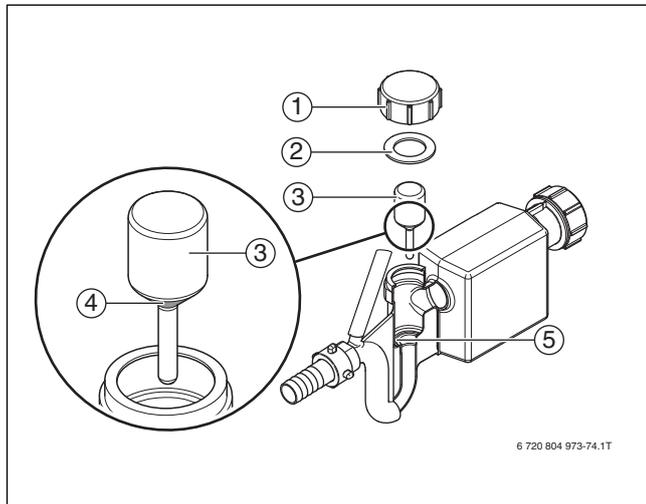
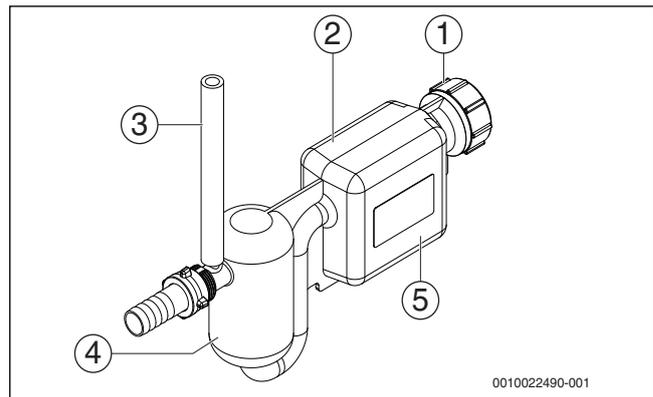
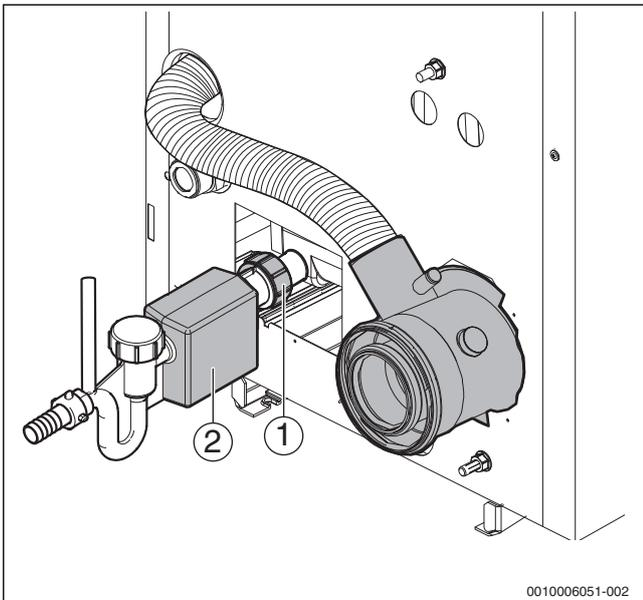

Bild 85 Siphon reinigen, Version 1
Bild 86 Siphon, Version 2
Bild 87 Kondensatwanne reinigen; dargestellt mit Siphon Version 1
Je nach Fertigungsstand können unterschiedliche Versionen des Siphons ausgeliefert oder montiert sein (→Bild 85 und 86). Die Verwendung eines Siphons ohne Schwimmer (Version 2) ist nur in Verbindung mit einem am Kessel installierten Druckwächter zur Abgasüberwachung zulässig. Dieser Siphon darf auch im Ersatzteillfall ausschließlich für Kessel mit Druckwächter zur Abgasüberwachung eingesetzt werden.
- ▶ Verschraubung am Anschlussstutzen der Kondensatwanne [1] lösen und Siphon [2] abnehmen (→Bild 87).
- ▶ Siphon (→ Bild 85) an den Anschlussstutzen der Kondensatwanne (→ Bild 87) schrauben.
- ▶ Siphon (→ Bild 86; Ausgleichsvolumenbehälter [4] und Schmutzauffangbehälter [5]) mit Wasser befüllen.
- ▶ Siphon (→ Bild 86) an den Anschlussstutzen der Kondensatwanne (→ Bild 87) schrauben.
- ▶ Über den Entlüftungsschlauch (→ Bild 86, [3]) Wasser nachfüllen und dabei sicherstellen, dass der Siphon vollständig mit Wasser gefüllt ist.
Je nach Fertigungsstand können unterschiedliche Versionen des Siphons ausgeliefert oder montiert sein (→ Bild 85 und 86). Die Verwendung eines Siphons ohne Schwimmer (Version 2) ist nur in Verbindung mit einem am Kessel installierten Druckwächter zur Abgasüberwachung zulässig. Dieser Siphon darf auch im Ersatzteillfall ausschließlich für Kessel mit Druckwächter zur Abgasüberwachung eingesetzt werden.